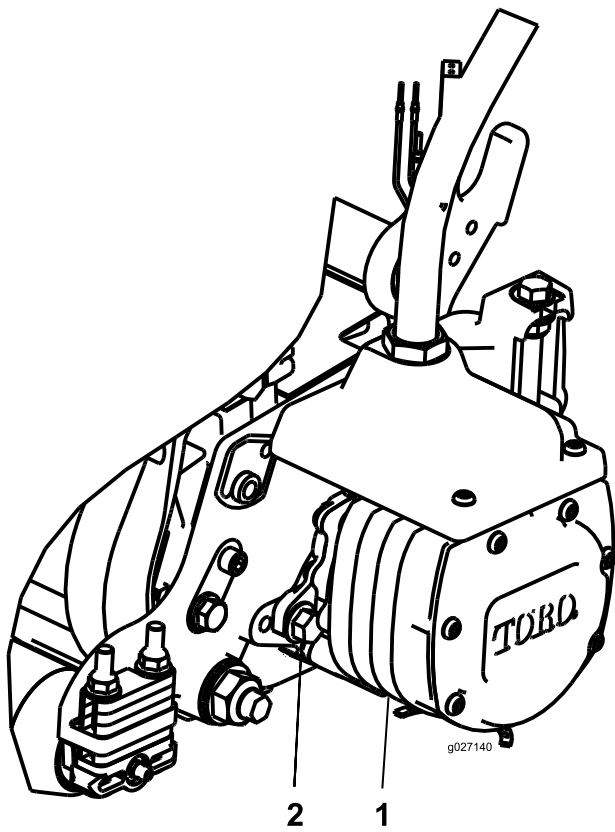

Figure 11
14. Montez le moteur en le tournant dans le sens horaire jusqu'à ce que les brides passent les boulons (Figure 11).